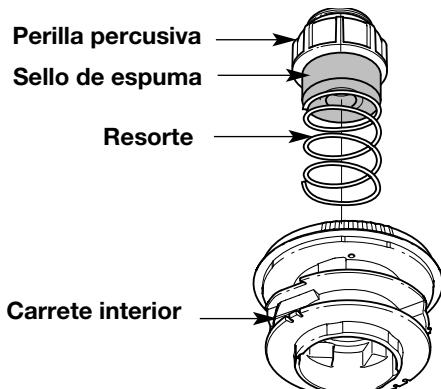

Fig. 47
- Saque la perilla percusiva, el resorte y el sello de espuma girando la perilla percusiva en sentido antihorario (Fig. 47).
4. Sostenga el carrete interior en su lugar e instale la botón de tope, el resorte y el sello de espuma presionando y girando la botón de tope en sentido horario. Tome los extremos y tire con firmeza para soltar la línea de las ranuras de fijación en el carrete interior (Fig. 47).
2. Saque la botón de tope, el resorte y el sello de espuma (Fig. 47).
7. Coloque la botón de tope, el resorte y el sello de espuma en la bobina exterior (Fig. 47).